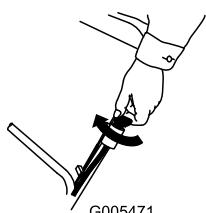

Figure 14
2. Tournez la clé de contact (Figure 14) (modèles à démarrage électrique uniquement) ou tirez la poignée du lanceur (Figure 15).